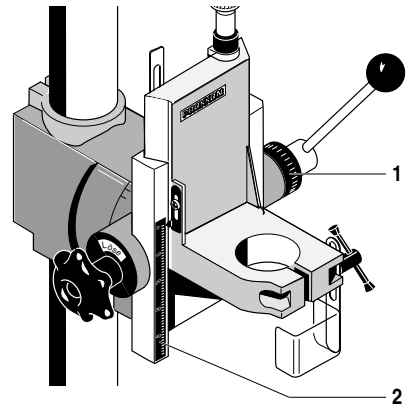

Fig. 5
Имеются две возможности для считывания фактического значения глубины сверления или фрезерования. Первая возможность обеспечивается за счет юстируемой вертикальной шкалы **2** (рис. 5), а вторая возможность – за счет шкалы с быстрой регулировкой **1** на рычаге.
2. Либо: определить значение по шкале **2** (рис. 5). К этому значению прибавить величину требуемой глубины сверления или фрезерования. Либо: Выполнить быструю регулировку на шкале **1**, установив движок в положение „0“.
3. Сверло или фрезу опускать в обрабатываемое изделие, либо пока на шкале **2** (рис. 5) не покажется рассчитанное значение, либо определить глубину сверления или фрезерования по шкале **1**.